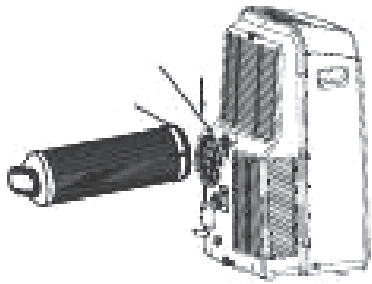

Abb. 18*
2. Schieben Sie den Abluftschlauch in Pfeilrichtung in die Abluftöffnung (Siehe Abb. 18*)